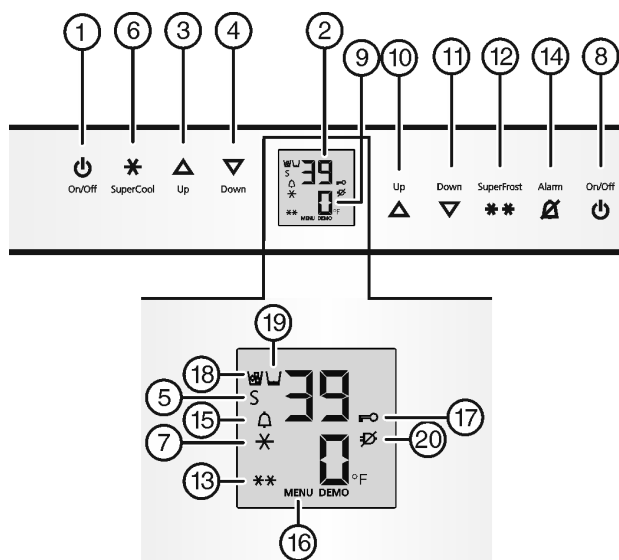

Fig. 3
- Appuyer sur la touche On/Off du congélateur Fig. 3 (8).
- ▶ Appuyer sur la touche On/Off du réfrigérateur *Fig. 3 (1)*.
- ▶ Activer le mode de réglage : appuyer sur la touche SuperFrost *Fig. 3 (12)* pendant env. 5 s.
- ▷ Le symbole Menu *Fig. 3 (16)* luit.
- ▶ Régler le nombre de ° avec la touche de réglage Up *Fig. 3 (10)*/Down du congélateur *Fig. 3 (11)*.
- ▶ Confirmer : enfoncer brièvement la touche SuperFrost *Fig. 3 (12)*.
- ▶ Sélectionner l'affichage en °F ou °C avec la touche de réglage Up *Fig. 3 (10)*/Down du congélateur *Fig. 3 (11)*.
- ▶ Quitter le mode de réglage : Appuyer sur la touche On/Off du congélateur *Fig. 3 (8)*.
- ▶ Activer le mode de réglage : appuyer env. 5 sec. sur la touche SuperFrost *Fig. 3 (12)*.
- ▷ Le symbole Menu *Fig. 3 (16)* est allumé.
- ▶ A l'aide de la touche de réglage Up du compartiment congélateur *Fig. 3 (10)* ou de la touche de réglage Down du compartiment congélateur *Fig. 3 (11)*, sélectionner **cl**.
- ▶ Confirmer : appuyer brièvement sur la touche SuperFrost *Fig. 3 (12)*.
- ▶ Appuyer brièvement sur la touche SuperFrost *Fig. 3 (12)* pour activer la sécurité enfants.
- ▷ Le symbole Sécurité enfants *Fig. 3 (17)* est allumé. L'affichage **cl** clignote.
- ▶ appuyer brièvement sur la touche SuperFrost *Fig. 3 (12)* pour désactiver la sécurité enfants.
- ▷ Le symbole Sécurité enfants *Fig. 3 (17)* s'éteint. L'affichage **cl** clignote.
- ▶ Désactiver le mode de réglage : appuyer sur la touche On/Off du congélateur *Fig. 3 (8)*.
- ▶ Appuyer sur la touche Alarme *Fig. 3 (14)*.
L'affichage de la température clignote en même temps que le symbole Alarme *Fig. 3 (15)*.
L'avertisseur sonore s'éteint automatiquement et le symbole Alarme *Fig. 3 (15)* et l'affichage de température arrêtent de clignoter lorsque la température est de nouveau suffisamment froide.